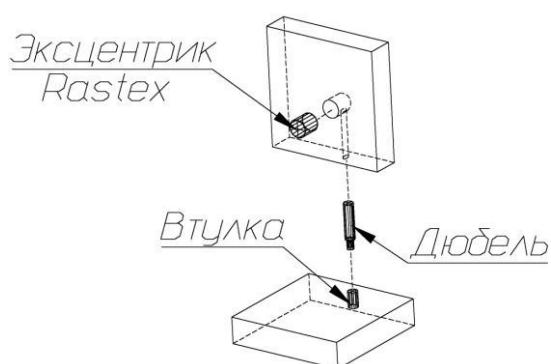

Рис. 1
1. В боковые стенки (32), (33), горизонтальные щиты (34), полки (35) в имеющиеся отверстия установить эксцентрики, таким образом, чтобы стрелка была повернута в сторону отверстия в торце.
2. В установленные муфты эксцентриковых стяжек на боковых стенках (32), (33), верхнем щите (31), нижнем щите (30) ввернуть дюбели, в соседние отверстия установить шканты (рис.1).
3. Установить подпятники-гвозди на нижний щит (30).